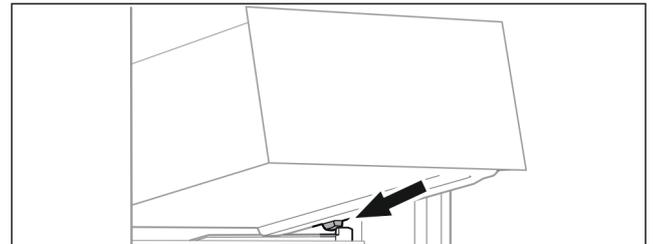

Fig. 70
- ▶ Schubfach schräg hinter den Stoppern auf Behälterrippe aufsetzen. (siehe Fig. 70)